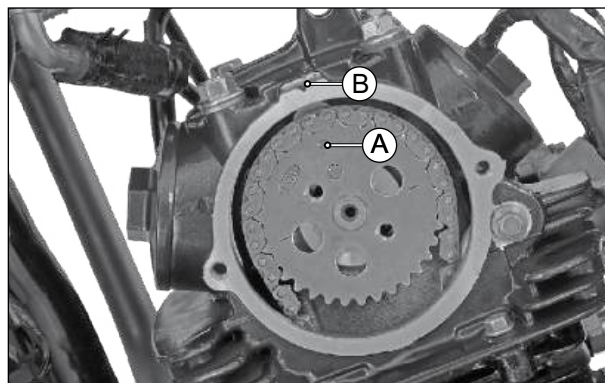

Fig. 3.105
- Monte a engrenagem da árvore do comando junto com a corrente de distribuição, enquanto alinha a marca na engrenagem da árvore do comando (A) com a marca no cabeçote (B). (Fig. 3.105)